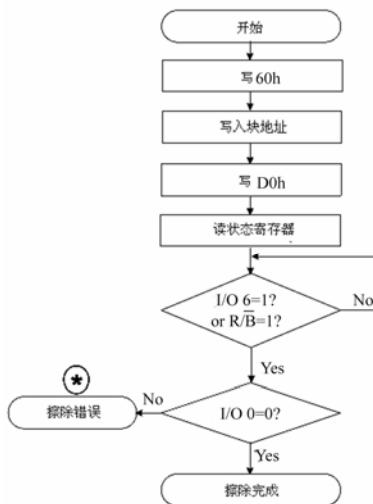

图 9-9 K9F2G080U 擦除操作流程图
如图 9-9 所示为擦除 K9F2G080U 一个块的操作过程。擦除的操作过程为：(1) 发送擦除指令 “0x60”；(2) 发送第 1 个 cycle 地址；(3) 发送第 2 个 cycle 地址；(4) 发送第 3 个 cycle 地址；(5) 发送擦除指令 “0xD0”；(6) 发送查询状态命令字 “0x70”；(7) 读取 K9F2G080U 的数据总线，判断 I/O 0 上的值或判断 R/B 线上的值，直到 I/O 6 = 0；(8) 判断 I/O 0 是否为 0，从而确定操作是否成功。0 表示成功，1 表示失败。